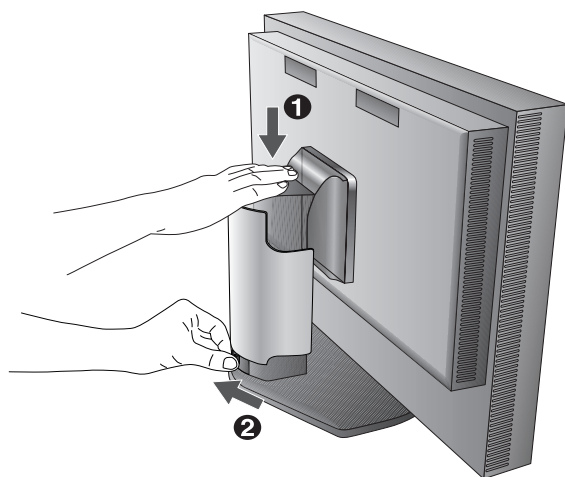

Figura B.1
3. La regolazione dell'altezza è bloccata dal pulsante di blocco. Mettere una mano sulla parte superiore del monitor e abbassare il monitor fino alla posizione più bassa. Far scorrere il pulsante di blocco per sbloccare (**Figura B.1**).